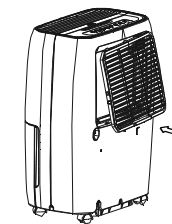

Fig. 10
- Inserte el filtro de aire en la unidad de la parte de abajo a arriba. Ver Fig.10.
- Inserire il filtro nell' apparecchio da sotto verso sopra (Vedi Fig.10)